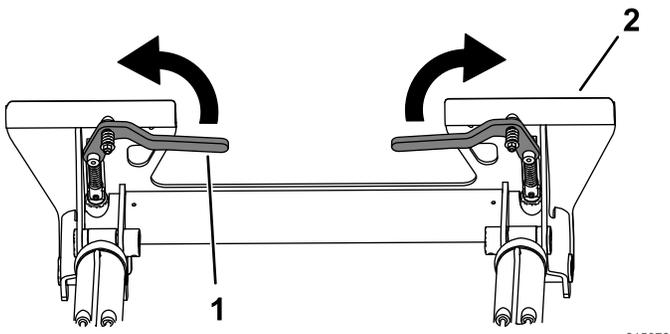

Рисунок 28
2. Поверните рычаги быстроразъемного соединения наружу, чтобы поднять штифты быстроразъемного соединения (Рисунок 28).